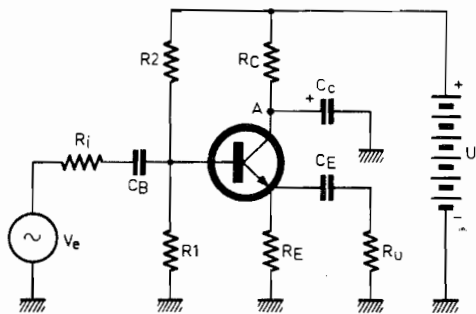

Fig. 3. - Schéma type d'amplificateur émetteur commun.
Passons au montage émetteur commun (EC) de la figure 3. En continu, comme pour les autres montages, son circuit d'entrée est équivalent à une